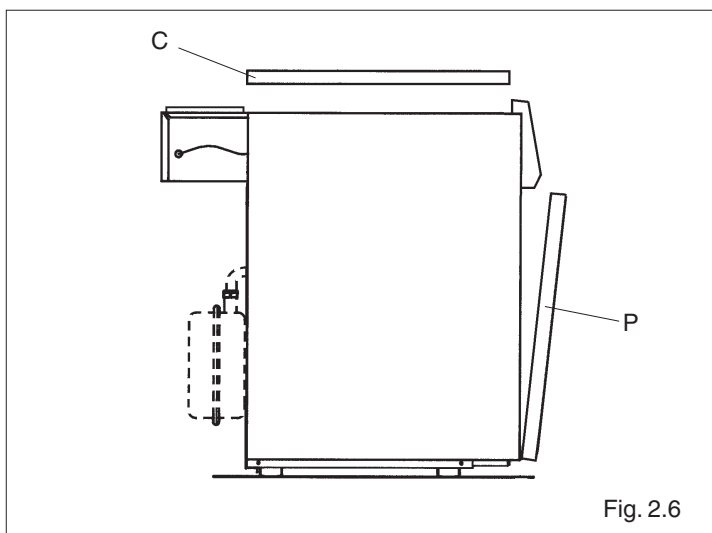

Fig. 2.6
- rimuovere i pannelli anteriore (P) e superiore (C) della mantellatura (fig. 2.6)